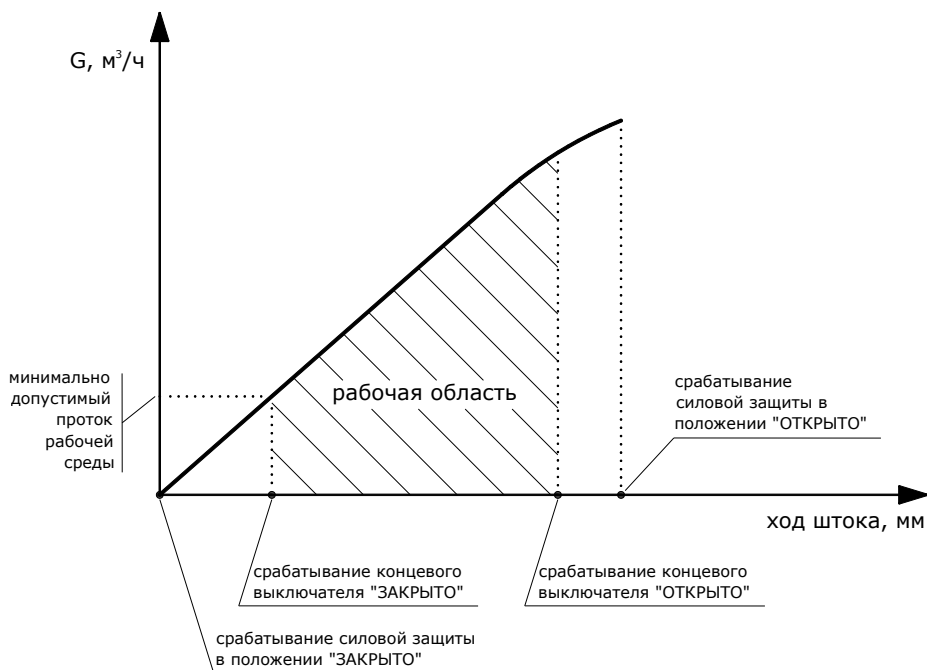

Рис. 7.3
График, иллюстрирующий срабатывание силового защиты и конечных выключателей при работе клапана с установленным минимально допустимым протоком рабочей среды (для системы отопления), приведен на рис. 7.3.
2. В ручном режиме (см. п. 8) установить шток в положение, обеспечивающее минимальный допустимый проток рабочей среды (см. рис. 7.3).